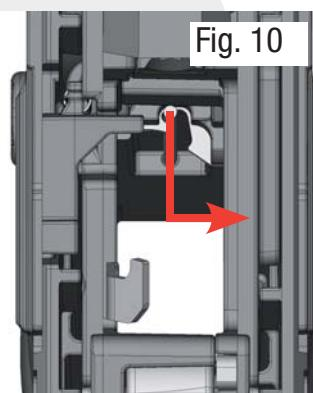

Fig. 10
- Suelte el muelle y presiónelo hacia el extremo del retén del cargador (fig. 10).